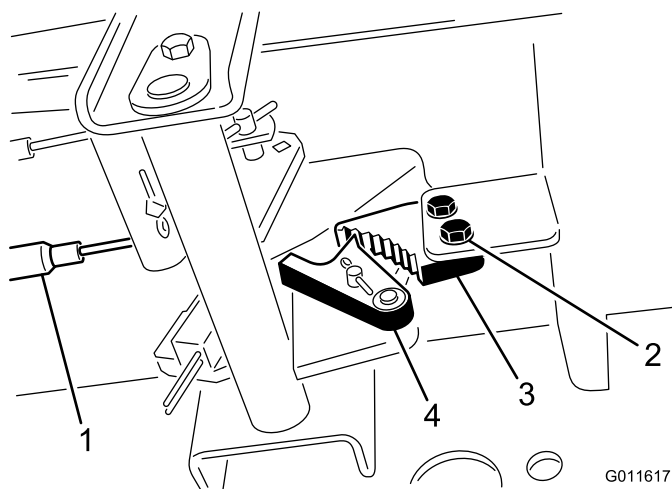

Figura 73
1. Afloje los 2 tornillos que fijan el trinquete del freno de estacionamiento al bastidor (Figura 73).
2. Pise el pedal del freno de estacionamiento hacia adelante hasta que la uña se engancha a fondo en el trinquete del freno (Figura 73).